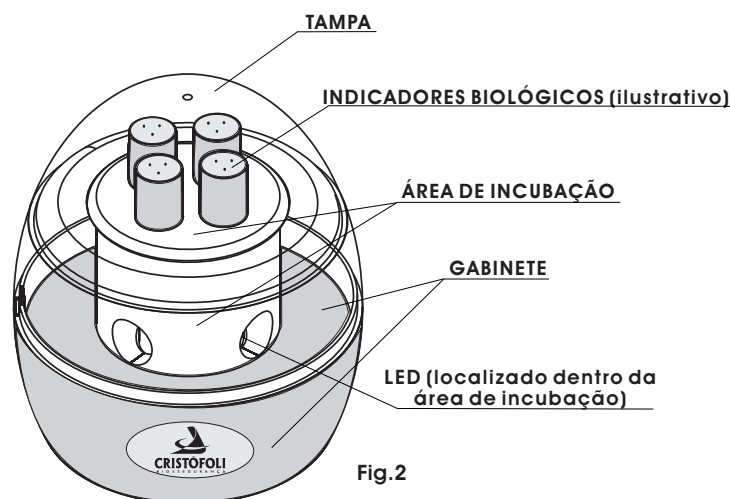

Fig. 2
- 1▶ **TAMPA DA ÁREA DE INCUBAÇÃO** - Fecha a área de incubação durante o funcionamento, ajuda a manter a temperatura estável e protege o operador de queimaduras acidentais (Fig. 2).
- ▶ **GABINETE** - Corpo principal feito de plástico ABS injetado na cor branca na parte inferior e transparente na área superior (Fig. 2).
- ▶ **TAMPA** - Tem a função de fechar a área de incubação durante o funcionamento e manter a temperatura estável (Fig. 2).
- ▶ **ÁREA DE INCUBAÇÃO** - Fixada ao gabinete, é onde os indicadores são inseridos para a incubação. Possui capacidade para 4 indicadores biológicos (Fig. 2).
- ▶ **LED** - Indica quando a Mini-Incubadora está ligada e também serve para a iluminação da área de incubação, possibilitando a visualização do resultado (Fig. 2).